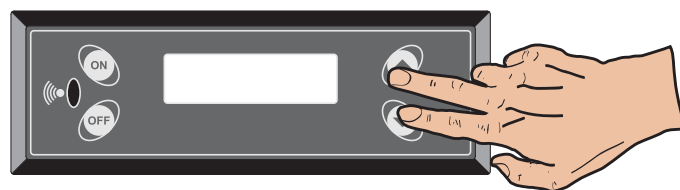

Fig.10.2
- 1) Premere contemporaneamente i tasti ▲ e ▼; sul display apparirà: MENU SET LAVORO (Fig.10.2).